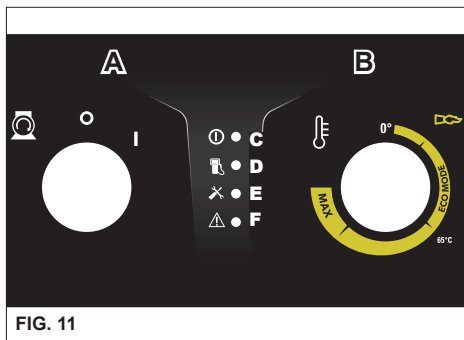

FIG. 11
N.B. Para poner a cero las señalizaciones, gire el interruptor general "A" hacia la pos "0" y después hacia la pos. "I" (Fig. 11).